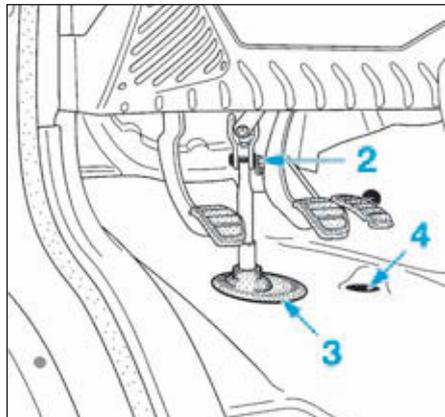

FIG.32
- l'écrou et l'axe (2) (Fig.32) et désaccoupler la colonne de direction.
- le soufflet d'étanchéité (3).
- les agrafes (4).